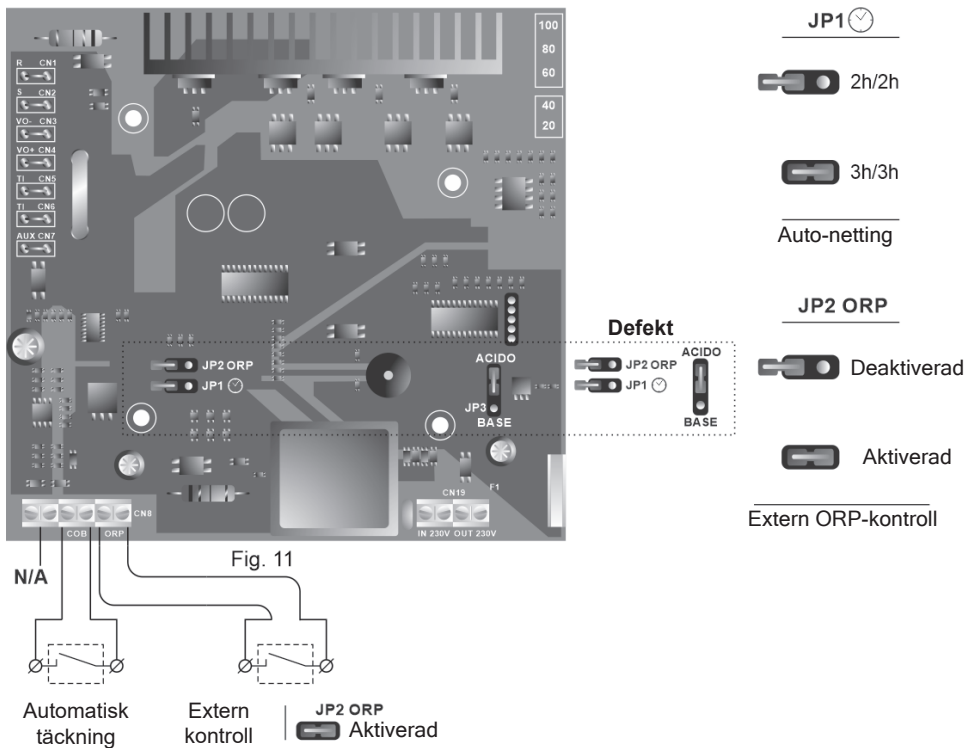

Fig. 11
- SJÄLVRENGÖRINGSSYSTEM FÖR ELEKTRODER: Omkastningsfrekvensen kan väljas med hjälp av bygeln "JP1" som sitter på systemets styrkort (fig. 11). Denna konfiguration är effektiv när nätaggregatet kopplas bort och kopplas in igen.